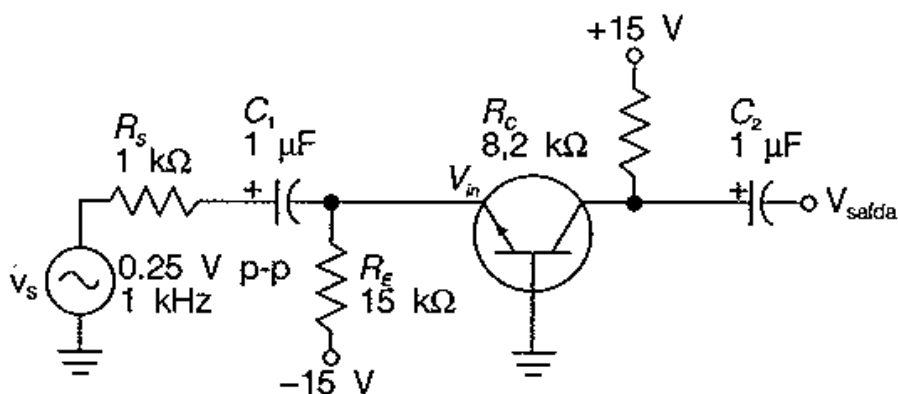

FIGURA 1
- 1 Na Figura 1, calcule a tensão CC no emissor, na base e no coletor. Anote suas respostas na Tabela 1.